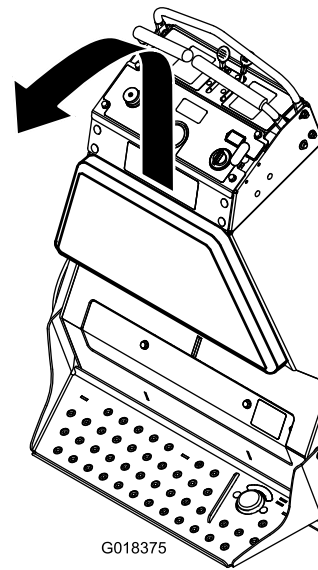

Figure 4
3. Desserrez les 4 boulons situés à l'intérieur du cadre qui fixent le patin arrière à la machine. Soulevez le patin et déposez-le (Figure 4).